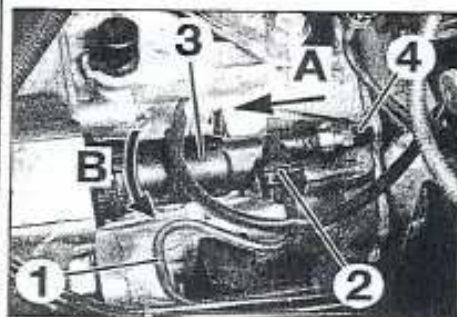

FIGURA 2-1
Separar sin desmontarla, la grapa de retención (2) del tubo sobre el cilindro receptor (3) (figura 2-1).
Conectar un tubo transparente sobre el tornillo de purga (4) del cilindro receptor (3) (figura 2-1).